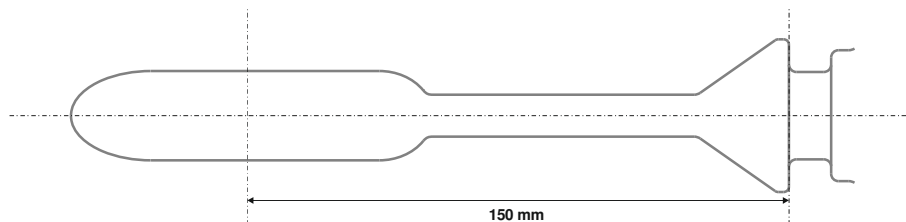

Рисунок 13. Расстояние между центром каплевидного наконечника и конусным кольцом для фиксации презерватива.
- Расстояние от центра каплевидного наконечника катушки до конусного кольца для фиксации презерватива составляет 150 мм (см. Рис. 13).